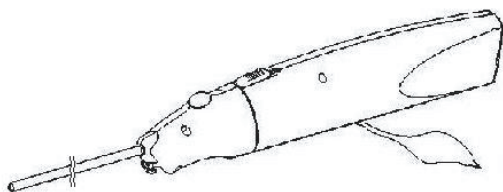

Figure 3
2. Enfilez la tubulure avec la suture (côté opposé à la vis) à travers la tige jusqu'à ce qu'elle ressorte de l'orifice de sortie de la suture (Fig. 3).
2. Enfillez les fils de suture (côté opposé à la vis) à travers la tige jusqu'à ce qu'ils dépassent de l'orifice de sortie de la suture (Fig. 3).